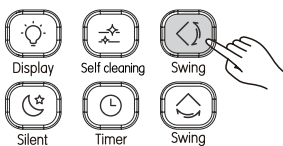

Рисунок 3.11
- ① При включенном блоке. Нажмите кнопку  (см. Рисунок 3.11). Активируется функция качания в вертикальном направлении, загорается индикатор , и на внутренний блок передается сигнал.